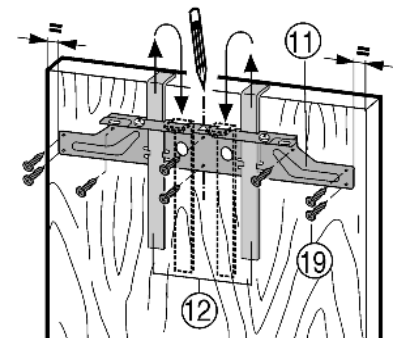

Fig. 17
- ▶ Траверсу кріплення Fig. 17 (11) разом з засобами для монтажу Fig. 17 (12) приладняйте на внутрішню сторону дверцят шафи.
- ▶ Встановіть траверсу кріплення Fig. 17 (11) посередині: позначте середню лінію на дверцятах, сумістіть з нею вістря стрілки траверси.
- ▶ скріпіть траверсу кріплення Fig. 17 (11) не менш ніж 6 гвинтами Fig. 17 (19).
- ▶ скріпіть траверсу кріплення Fig. 17 (11) 4 гвинтами Fig. 17 (19) по краю.
- ▶ Засоби монтажу Fig. 17 (12) підніміть вгору та вкрутіть у розташовані поруч отвори.